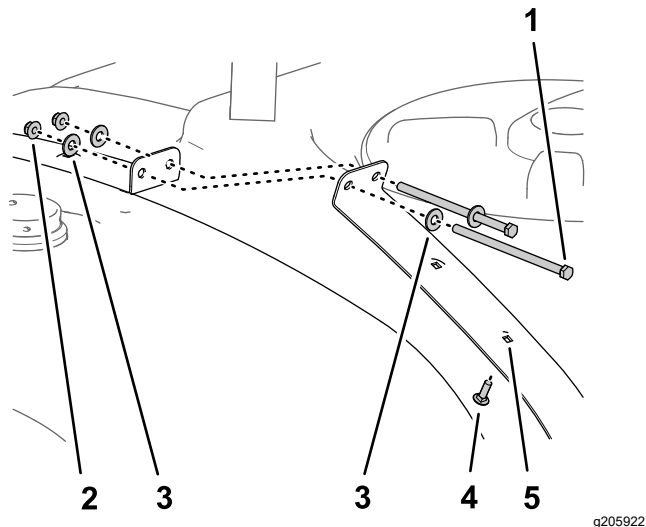

Figure 29
1. Retirez les 2 boulons ($\frac{3}{8}$ " x 7"), les 4 rondelles ($\frac{3}{8}$ ") et les 2 contre-écrous ($\frac{3}{8}$ ") qui fixent les demi-sangles avant de la cuve du pulvérisateur (Figure 29).
2. Insérez le boulon de carrosserie (5/16 x 1") dans le second trou de la demi-sangle, comme montré à la Figure 29.
3. Fixez les 2 demi-sangles avant avec les 2 boulons, les 4 rondelles et les 2 contre-écrous que vous avez retirés à l'opération 1, et serrez les boulons et écrous à la main (Figure 29).